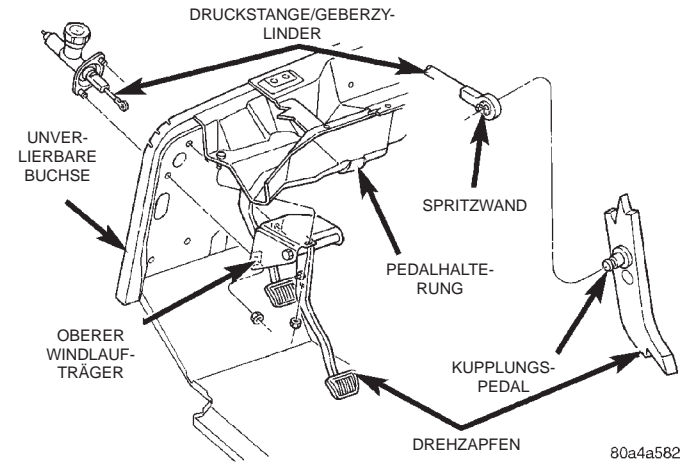
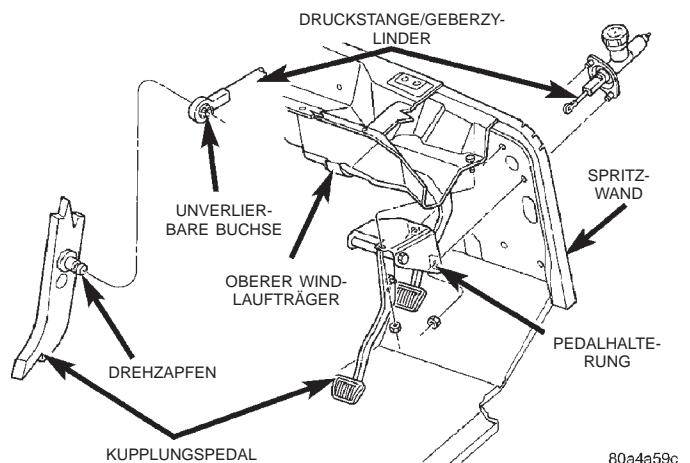

Abb. 10 Befestigung des Kupplungspedals
Abb. 11 Befestigung des Kupplungspedals—
(1) Die untere Verkleidung der Lenksäule und das Knieschutzpolster abbauen, um Platz für die nachfolgenden Arbeiten zu schaffen. Näheres hierzu siehe Kapitel 8E, "Instrumententafel und Anzeigeeinstrumente".
(2) Das Kabel vom Schalter/Kupplungspedalstellung abziehen.
(3) Die Haltenasen lösen, mit denen die unverlierbare Buchse auf der Druckstange des Kupplungsgeberzylinders am Drehzapfen des Kupplungspedals befestigt ist (Abb. 10) oder (Abb. 11).
(4) Die Muttern lösen, mit denen Kupplungspedal und Halterung an Spritzwand und oberem Windlaufträger befestigt sind (Abb. 10) oder (Abb. 11).
(5) Kupplungspedal und Halterung aus dem Fahrzeug ausbauen.
(1) Kupplungspedal und Halterung auf die Stehbolzen an Spritzwand und oberem Windlaufträger aufschieben (Abb. 10) oder (Abb. 11).
(2) Die Befestigungsmuttern ansetzen, mit denen Kupplungspedal und Halterung an Spritzwand und oberem Windlaufträger befestigt werden (Abb. 10) oder (Abb. 11). Die Muttern mit einem Anzugsmoment von 39 N-m (29 ft. lbs.) festziehen.
(3) Die unverlierbare Buchse und die Druckstange des Geberzylinders am Drehzapfen des Kupplungspedals befestigen (Abb. 10) oder (Abb. 11).
(4) Das Kabel des Schalters/Kupplungspedalstellung wieder anschließen.